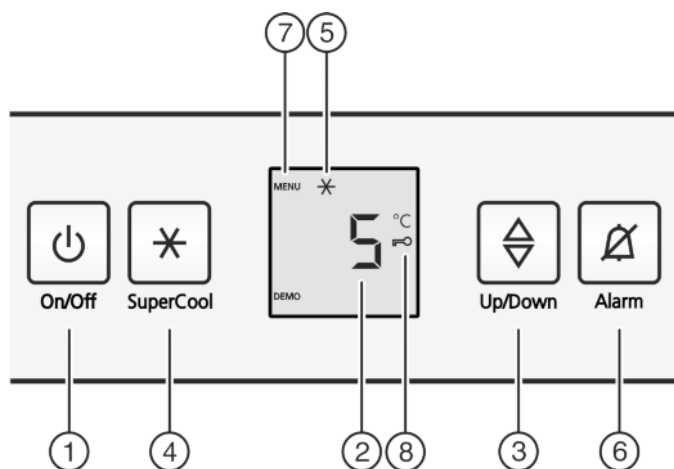

Fig. 2
- ▶ Appuyez sur la touche marche/arrêt Fig. 2 (1).
- ▶ Appuyer env. 5 secondes sur la touche SuperCool Fig. 2 (4).
- ▷ Le symbole Menu Fig. 2 (7) apparaît dans l'affichage.
- ▶ Confirmer brièvement avec la touche SuperCool Fig. 2 (4).
- ▷ Le symbole Sécurité enfants Fig. 2 (8) s'allume dans l'affichage.
- ▶ Appuyer brièvement sur la touche On/Off Fig. 2 (1).
- ▶ Appuyer sur la touche Alarme Fig. 2 (6).
- ▶ Appeler la fonction de température : appuyer sur la touche de réglage *Fig. 2 (3)*.
- ▶ Modifier la température par incrément de 1 °C : appuyer sur la touche de réglage *Fig. 2 (3)* jusqu'à ce que la température souhaitée apparaisse dans l'affichage de température.
- ▶ Appuyer brièvement sur la touche SuperCool *Fig. 2 (4)*.
- ▷ Le symbole SuperCool *Fig. 2 (5)* s'allume dans l'affichage.